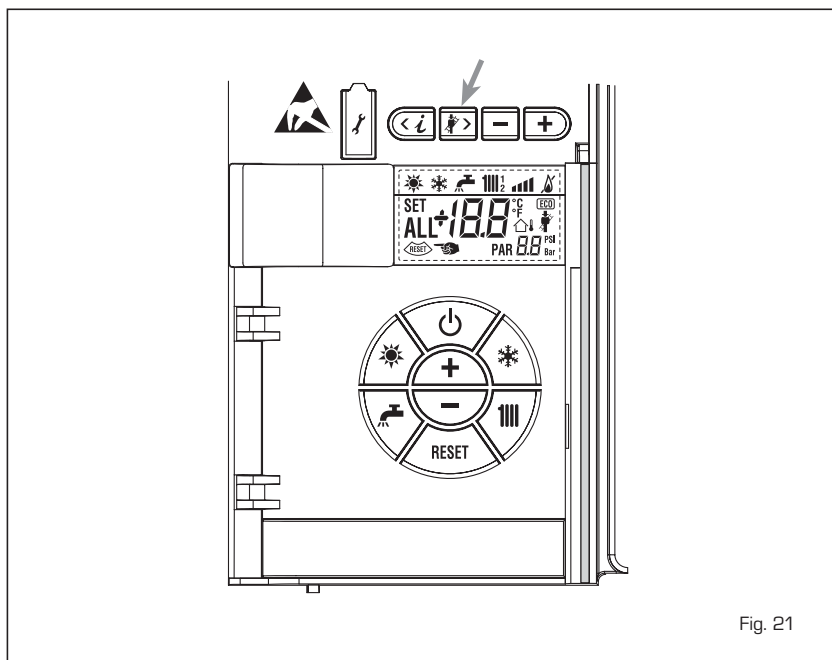

Fig. 21
4.5.1 Función deshollinador (fig. 21)